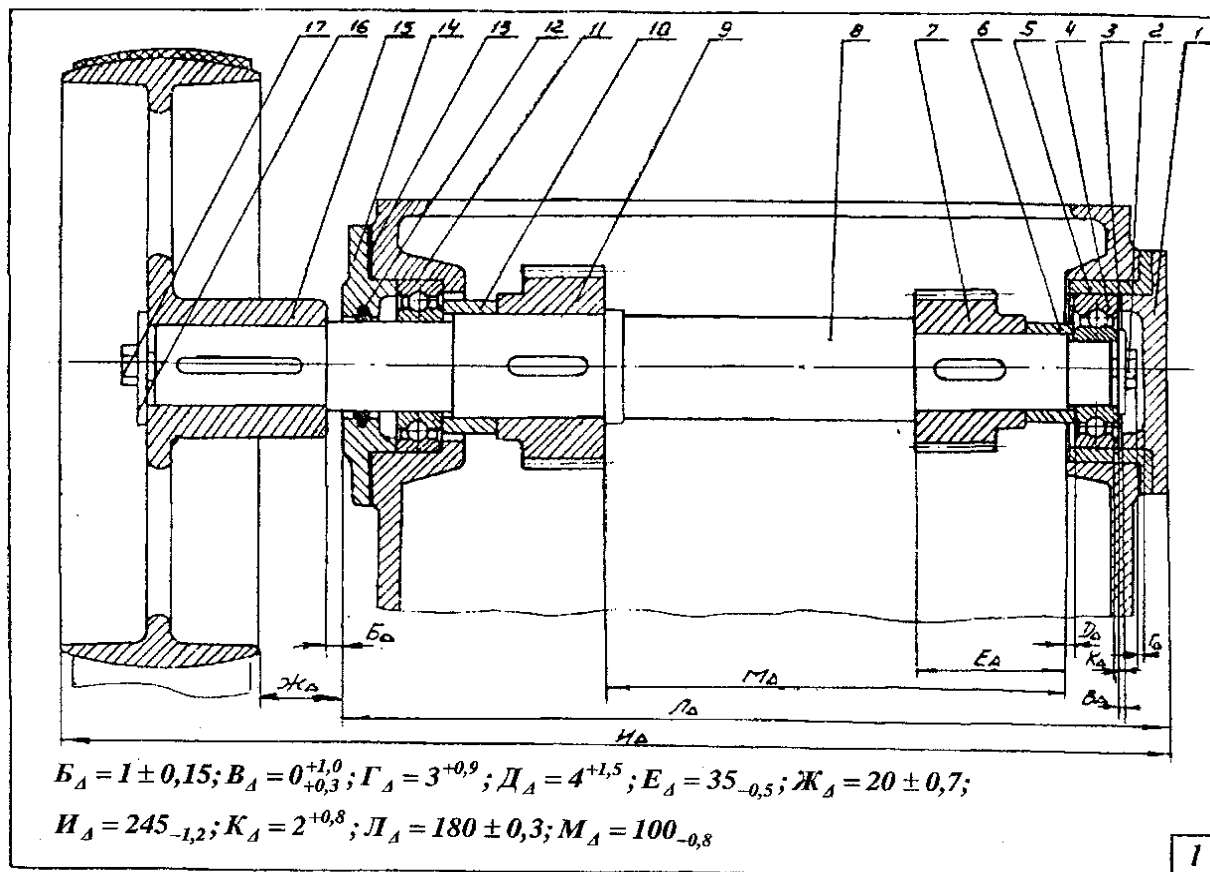

Рис. 1 – Сборочный чертеж №1
**К каждому заданию части А дано несколько ответов, из которых один или несколько верные. В бланке ответов под номером задания поставьте крестик (X) в клетке, номер которой равен номеру выбранного Вами ответа.**
- A1. Определить, чему равен наибольший размер отверстия в посадке на рис.1, а)
- A2. Определить, какая из посадок на рис.1 является посадкой с натягом в системе вала
- A3. Определить, чему равен наименьший зазор в посадке на рис.1, г)
- A4. Определить, чему равен допуск вала на рис.1, а).
- A5. Сделать заключение о годности отверстия на рис.1, д), если его действительный размер равен 79,997 мм
- A6. Определить, какой из валов на рис.1 имеет символическое обозначение р5